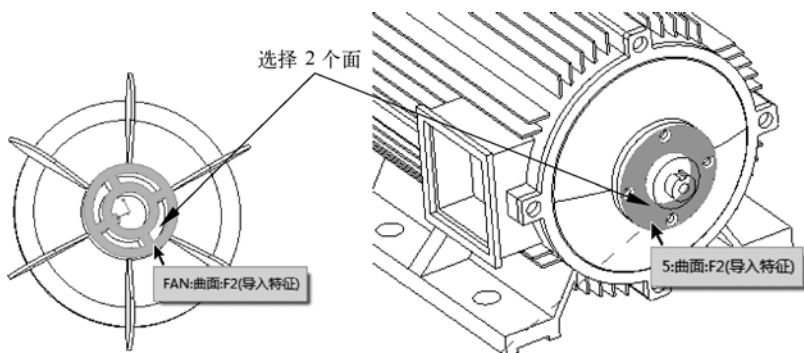

图 7-77 重合约束
- 打开“装配”操控板，在约束中选择“重合”选项，然后选择风扇侧面的一个表面，以及法兰端面进行重合约束，如图 7-77 所示。